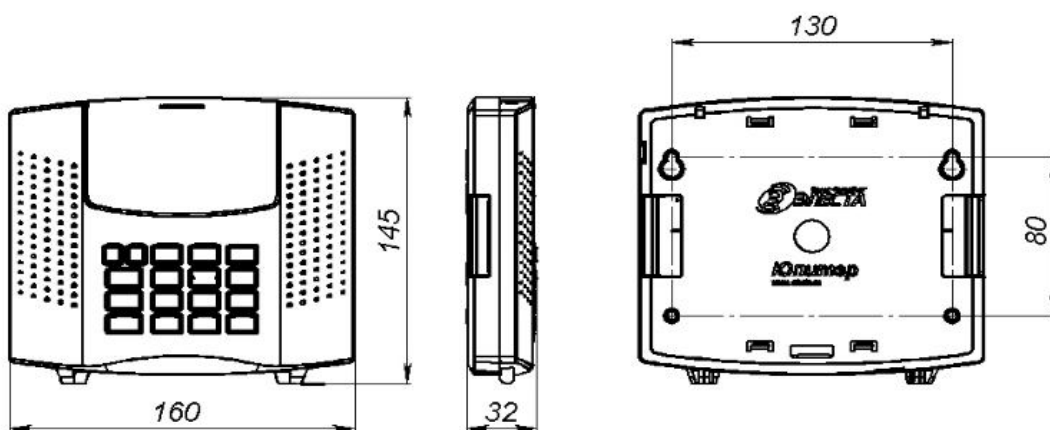

Рисунок 4.1. Габаритные и установочные размеры прибора
Прибор устанавливается в дежурной комнате или помещении с ограничением доступа посторонних лиц, в удобном для технического обслуживания месте. Прибор крепится к стене на высоте, удобной для наблюдения за индикацией. Прибор навешивается на два шурупа, ввинченных в стену и крепится двумя другими шурупами через отверстия в нижней части основания корпуса (рисунок 4.1).
- 3 Завернуть в стену два шурупа по установочным размерам (рисунок 4.1).